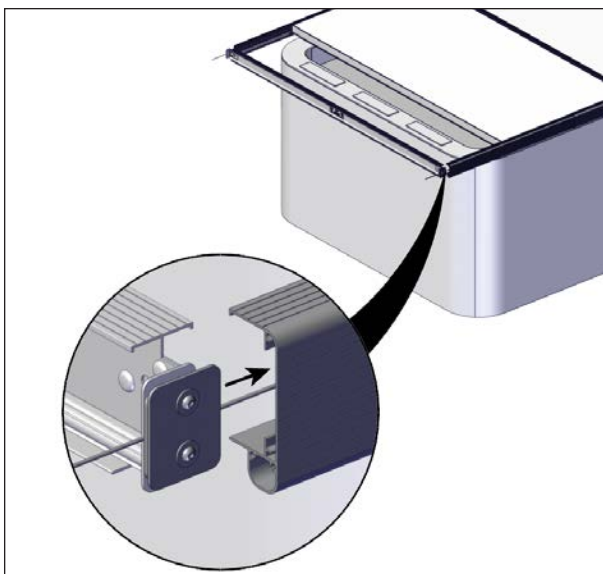

FIGURE 40: INSTALLATION DES PROFILÉS EN I
18. Glisser le profilé en I avec les plaques de fixation courtes I à C dans les profilés en C avec la partie pliée vers l'extérieur, voir Figure 40.